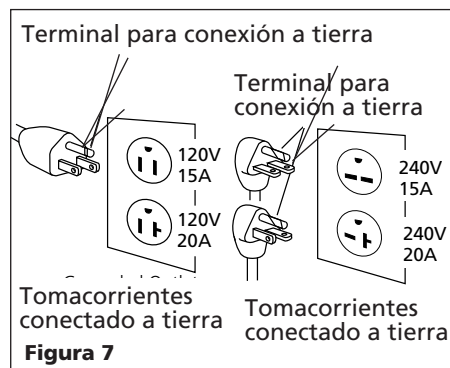

Figura 7
1. Este producto debe tener una conexión a tierra. En el caso de que ocurra un cortocircuito, la conexión a tierra reduce el riesgo de un choque eléctrico proporcionándole un cable de escape para la corriente. La unidad está equipada con un cable con una terminal para la conexión a tierra. La misma calzarán en uno de los tipos de tomacorrientes mostrados en la Figura 7. Si el enchufe no calza en el tomacorriente deseado, haga que un electricista calificado reemplace el enchufe o el tomacorriente.
1. Si el enchufe del cordón eléctrico no le parece familiar o si no entra en el tomacorrientes, la Figura 7 le permitirá familiarizarse con éstos y con los voltajes necesarios para los mismos.